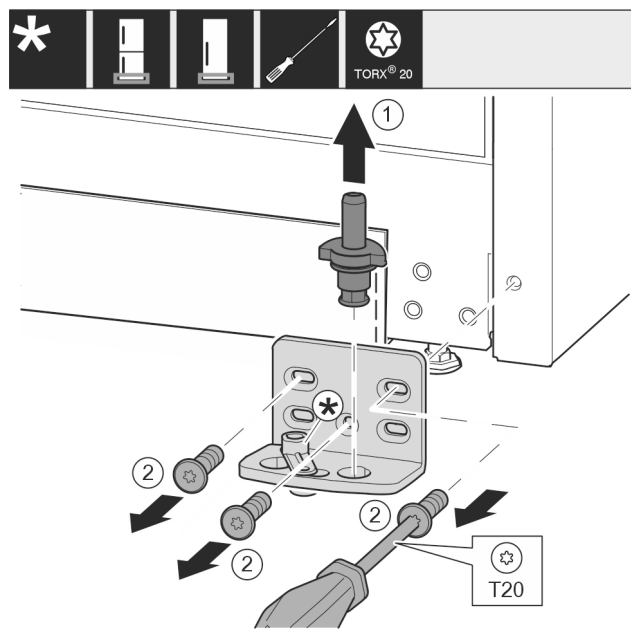

Fig. 13
- Retirer entièrement l'axe de palier Fig. 13 (1) par le haut.
- Desserrer les vis Fig. 13 (2) avec un tournevis et retirer le support de palier.